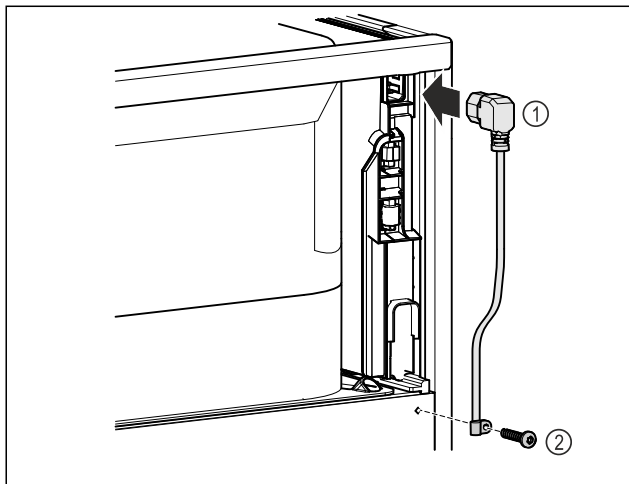

Fig. 11
- ▶ Utaknite utikač za hladnjak električnog kabela Fig. 11 (1) na stražnju stranu uređaja.
- ▶ Montirajte vlačno rasterećenje. Fig. 11 (2)